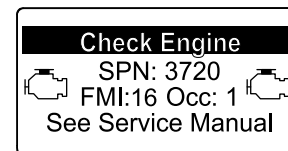

Figura 46
- Advertencia del motor SPN 3720, FMI 16 (Figura 46)